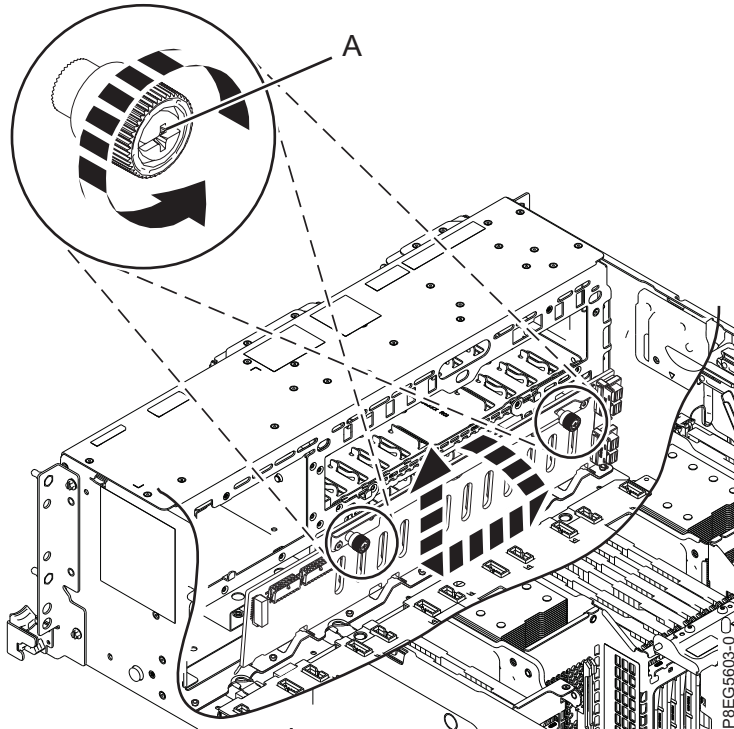

Figure 5. Retrait du fond de panier d'unité de disque
7. Dévissez soigneusement et complètement les vis imperdables du fond de panier d'unité de disque (A), comme illustré dans la figure 5, à la page 8.
8. Inclinez le fond de panier d'unité de disque dans le sens indiqué dans la figure 5, à la page 8, puis faites-le glisser vers le côté de sorte que les encoches du fond de panier libèrent les taquets du châssis.